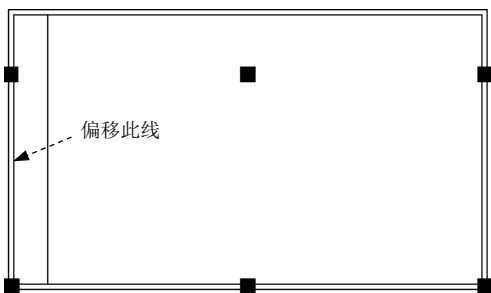

图 17.12.17 偏移墙线
(1) 在“图层”面板中，选择“门窗”图层，将“网轴线”图层关闭。
(2) 选择 **修改(M)** → **偏移(O)** 命令，选取上步创建的竖直网轴线向右偏移 1200，完成后如图 17.12.17 所示。